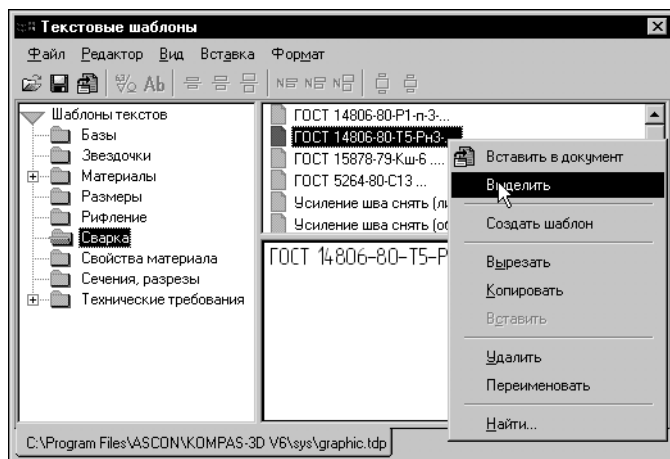

Рис. 35.2. Диалог **Текстовые шаблоны**
На экране появится диалог **Текстовые шаблоны** (рис. 35.2).
5. Щелкните правой кнопкой мыши по шаблону обозначения сварочного шва (рис. 35.2) в списке и вызовите из контекстного меню команду **Выделить**.